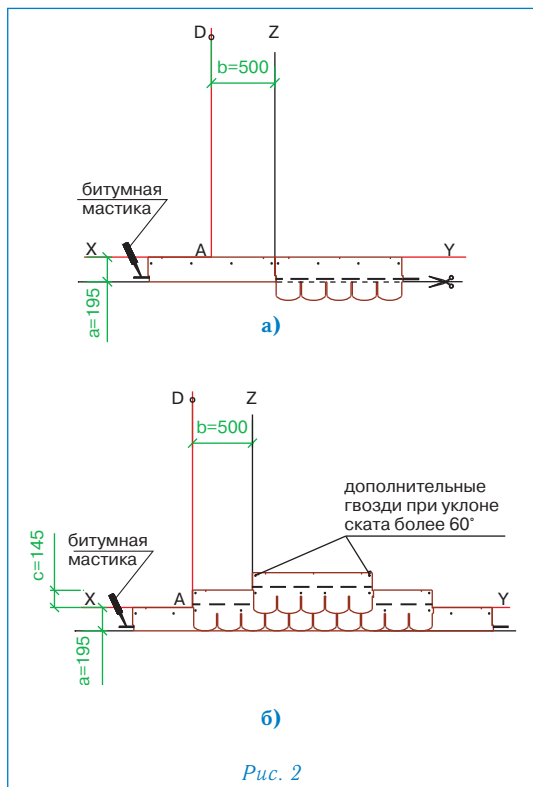

Рис. 2
### Укладка материала (рис. 2)
- Начальный ряд формируется из листов черепицы ПРЕСТИЖ ТРАДИШНЛ, обрезанных по линии, образованной конечными точками вырезов. Полученные таким образом полосы шириной 19,5 см укладываются по линии карниза в обе стороны от линии Z (рис. 2а) и фиксируются по нижнему краю битумной мастикой, а по верхней кромке 4 гвоздями (ось гвоздей на 5 см ниже верхнего края полосы);
- далее первый ряд черепицы укладывается от линии AD (рис. 2б);
- второй ряд укладывается от линии Z (со смещением 50 см от AD) (рис. 2б);
Каждый лист черепицы ПРЕСТИЖ ТРАДИШНЛ крепится 4 гвоздями таким образом, чтобы гвоздь прошивал и верхний край нижележащего листа черепицы (рис. 2б). При укладке материала на скатах с уклоном более 60 градусов лист должен крепиться 6 гвоздями (2 дополнительных гвоздя фиксируют верхние углы листа на расстоянии от краев 2,5 см).